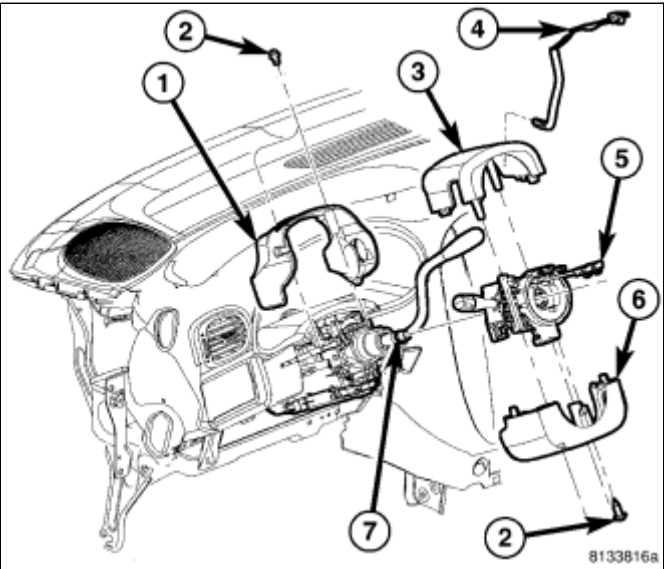

图 4 转向柱护罩
- 21. 拆卸2个转向柱固定护罩的固定螺钉\(图 4\)。
- 22. 拆卸4个转向柱固定护罩的固定螺钉。 分离转向柱轴承护罩和转向柱护罩，然后从车上拆下\(图 4\)。